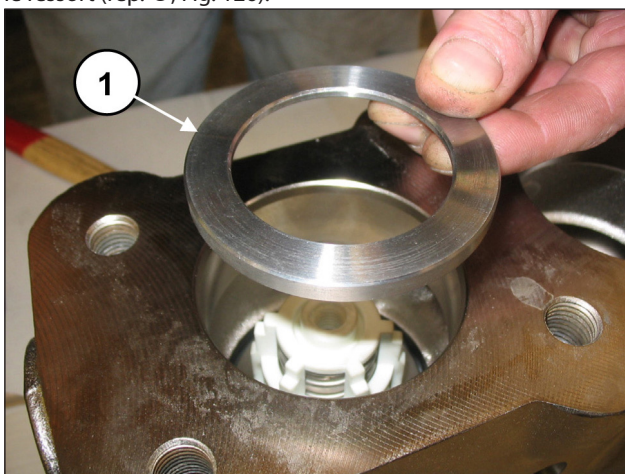
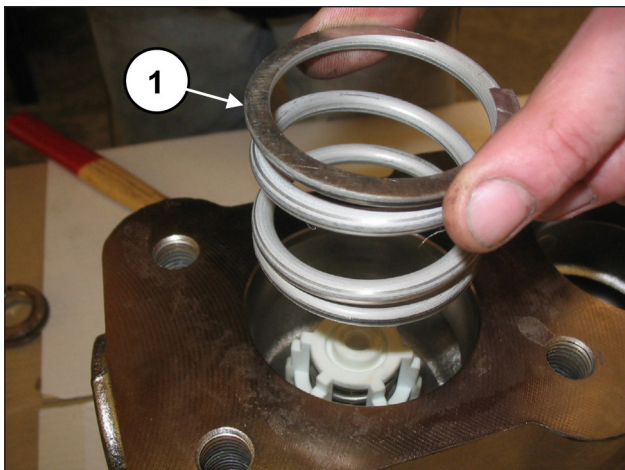

Fig. 125
Fig. 126
Placer la bague dans le siège de soupape (rep. ①, Fig. 125) et le ressort (rep. ①, Fig. 126).